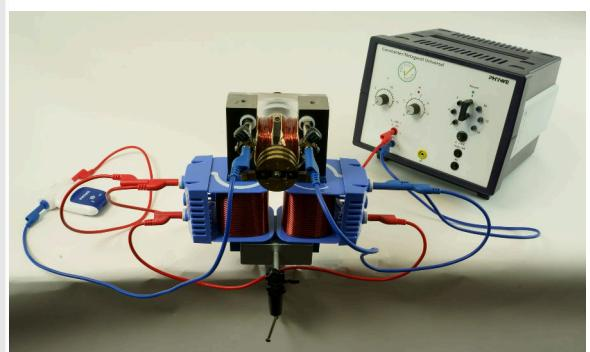
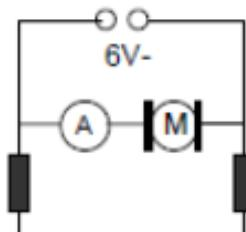

Fig. 2
Fig. 3
- Completa la estructura según la Fig. 2 y la Fig. 3.
Si se utiliza un [] para hacer funcionar un [], debe generar un [] suficientemente grande en las proximidades del inducido. Por lo tanto, se utiliza un núcleo de hierro en forma de U con dos bobinas de campo, entre cuyos polos discurre la []. Las bobinas del inducido y las bobinas de campo están conectadas en paralelo en un motor en derivación (Fig. 3).